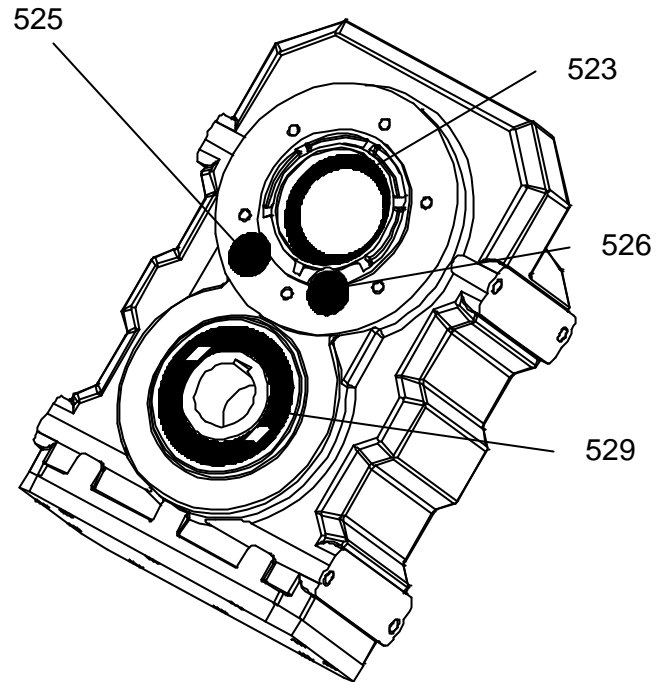

fig 9
2- Se invierte la posición del cuerpo y se procede de manera análoga con los tapones (525 y 526) del lado entrada, así como con el retén de entrada (523).(fig.9).